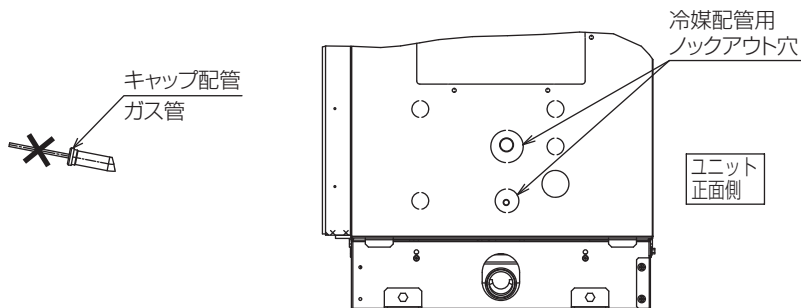

図2
5. 付属配管・現地配管前面からろう付接続を行う。（図 2・図 3）
現地配管接続部（図 3）→ 付属配管接続部（図 2）